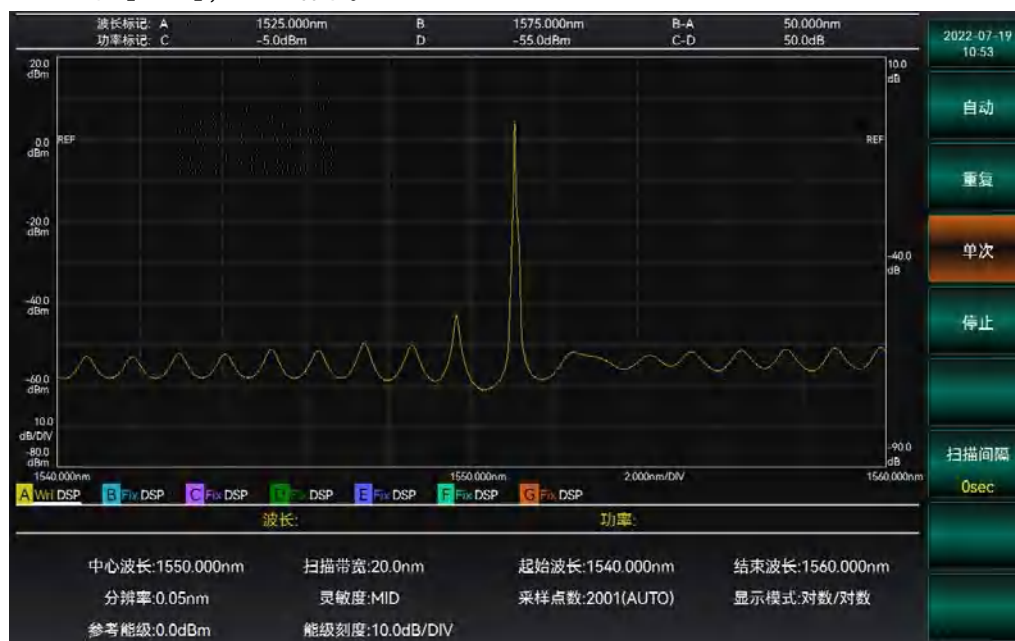

图 3-9 单次扫描结果示意图
2. 选择【单次扫描】，开始扫描。扫描完成后如图 3-9 所示。